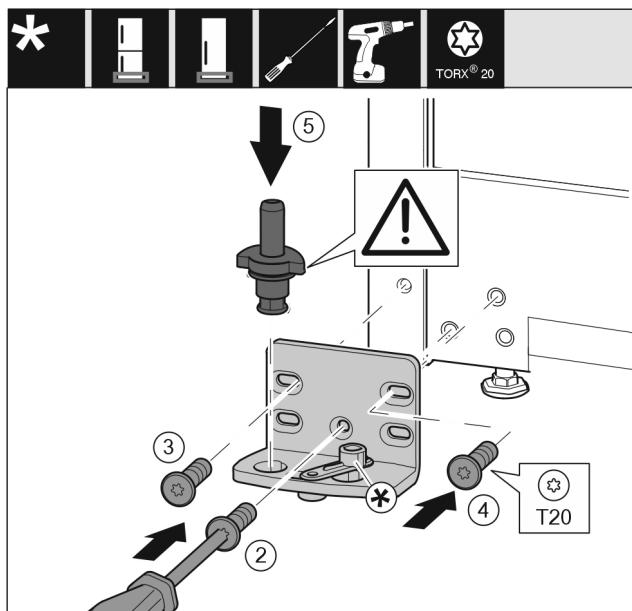

Fig. 17
- ▶ 将托架安装到另一侧，并借助 T20 螺丝刀旋紧。用螺钉 2 从底部的中心开始。Fig. 17 (2)
- ▶ 拧紧螺钉 3 和 4。Fig. 17 (3,4)
- ▶ 将轴承螺栓完全装入。同时注意止动凸轮需指向后方。Fig. 17 (5)